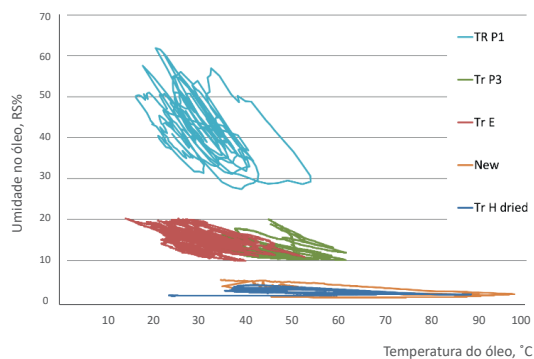

Figura 8. Loops de histerese de % RS vs temperatura transformadores com diferentes níveis de umidade *
- O monitoramento da histerese PPM vs Temperatura permite a observação de seu perfil. Uma banda estreita, abaixo de 20% de umidade mostra um transformador saudável enquanto uma banda de histerese superior a 20% da saturação relativa, TR P1 na figura 8 é sinal de um transformador úmido.